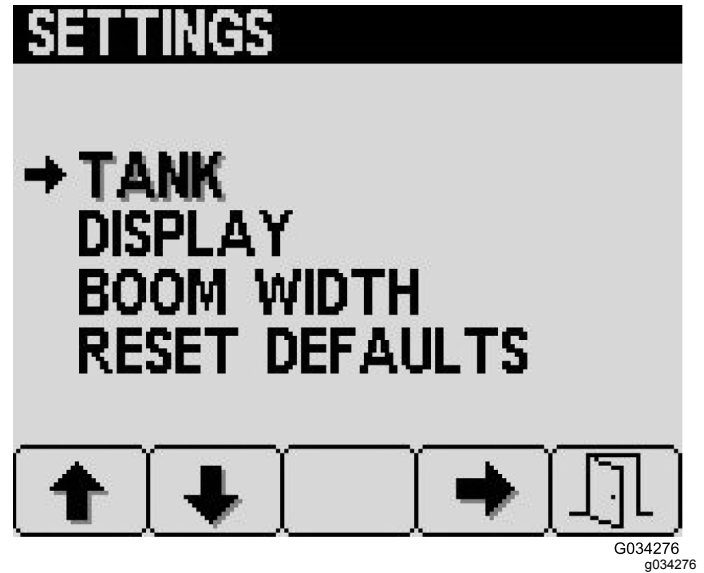

图25
1. 从 Settings设置屏幕按下 2 号按钮导览至 Tank药缸选项然后按 4 号按钮 Tank药缸 图25。